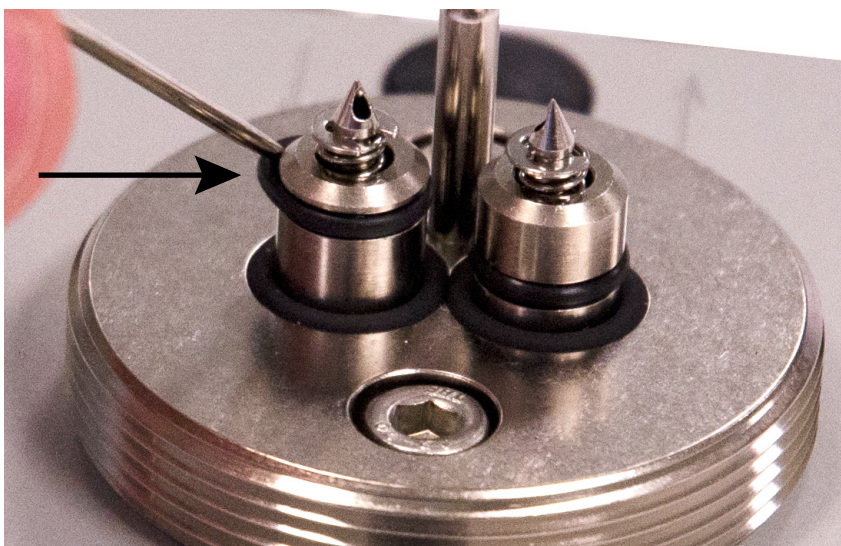

Abbildung 42. Die zwei oberen O-Ringe nur beim Filterwechsel entfernen
- 6 Entfernen Sie den alten oberen Satz der O-Ringe mit dem mitgelieferten Werkzeug und ersetzen Sie ihn durch neue O-Ringe (**Abbildung 42**).